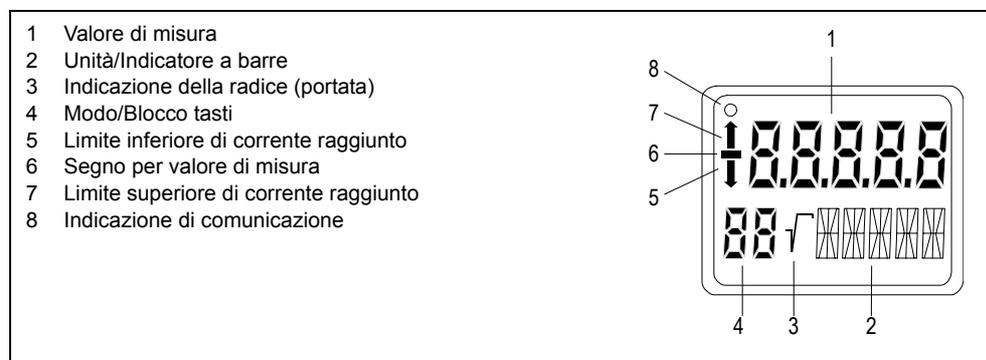

Figura 12 Esecuzione dell'indicatore digitale
Un display standard innestato serve all'indicazione locale del valore di misura (1, Figura 12, p. 24) con unità (2), segno (6), stato (5, 7) e modo (4). Per la variante di apparecchio "Pressione differenziale e portata" viene utilizzato il segno di radice (3). Una comunicazione attiva, p. es. con un HART-Communicator, viene indicata tramite il lampeggio dell'indicatore di comunicazione(8).